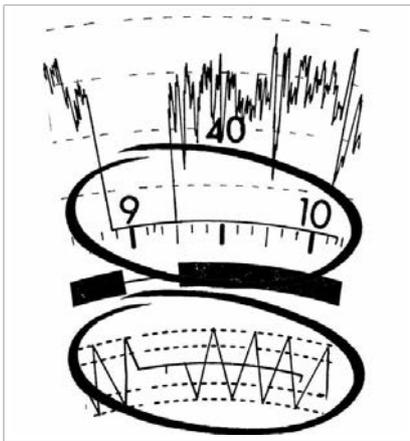

Abb. 64: Uhrzeit zurückgedreht
- Hinweis auf zurückgedrehte Uhrzeit: Eine Doppelaufzeichnung bei der Geschwindigkeits- und Wegstreckenaufzeichnung ist ersichtlich, siehe Abb. 64.